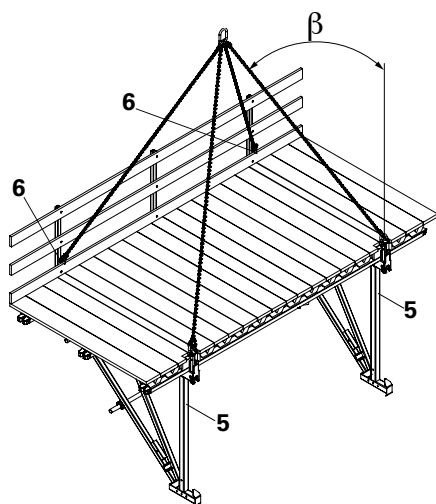

Fig. 6
È consentito agganciare solo un braccio dell'imbracatura a 4 funi a ciascun golfare CB 240-2 0,7 t e a ciascun anello (6) del montante parapetto. (Fig. 6)
(Fig. 6)
2. Agganciare il gancio (H) direttamente all'anello di sollevamento (6) del montante parapetto CB 240 e chiudere. (Fig. 6 + 6b)